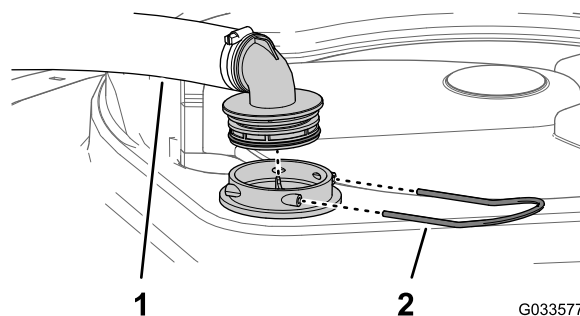

Рисунок 58
2. В верхней части бака опрыскивателя снимите держатель, который крепит шланговый штуцер, подсоединенный к большому шлангу, идущему от корпуса фильтра (Рисунок 58).
3. Отсоедините шланг и шланговый штуцер от корпуса фильтра (Рисунок 58).